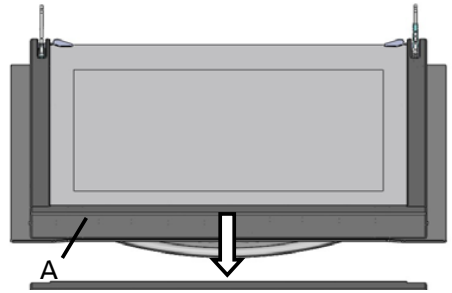

Fig 2.
- Retirez les joints A (Fig.2), B, C (Fig.3) en poussant les barres n°2 des côtés gauche et droit (Fig.1).